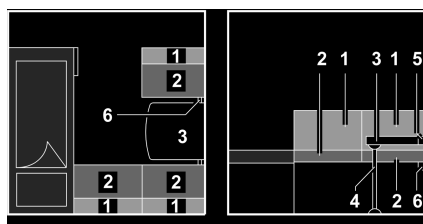

Fig. 80 Avant la transformation
- Faire pivoter la table (Fig. 80,3) de 45° vers le haut et prendre la baguette de support supérieure (Fig. 80,5).
- Retirer le pied de table (Fig. 80,4).
- Insérer la baguette (Fig. 80,6) ou tirer vers le centre. La baguette est positionnée correctement si elle maintient le plateau de table directement derrière le logement pour le pied de table.